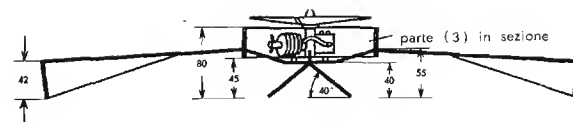
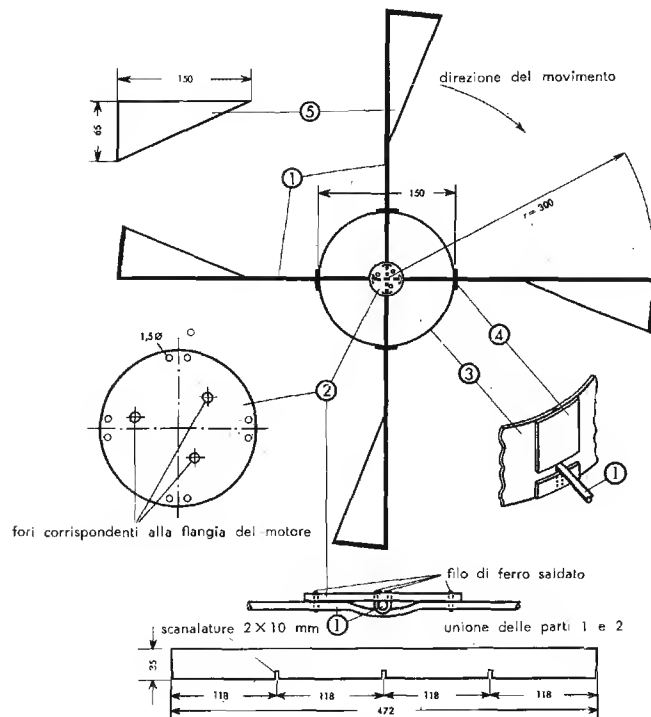

Fig. 568. Trottola aerea vista di fianco.
Fig. 569. Trottola aerea vista dall'alto (senza motore) e misure dei pezzi.
Questo modello è formato semplicemente da un po' di filo d'acciaio, da cartone e da un motore da 0,5 a 0,8 cm³, con elica (fig. 569 e tav. XXVIII).
Guida alla costruzione. Costruiamo dapprima il supporto per il motore (2). Praticiamo in esso tre fori del diametro di 2 mm per il fissaggio delle flange del motore, e otto fori del diametro di 1 mm per il fissaggio delle barrette d'acciaio (1), che costituiscono la crociera delle ali e che pieghiamo nella forma indicata nella veduta laterale (fig. 568). Uno dei fili d'acciaio deve essere leggermente piegato nel centro, perché possa aderire alla parte (2). Dopo aver unito a croce i fili di ottone o di rame, li salderemo a stagno. I due fili (1) devono essere piegati esattamente nello stesso modo; altrimenti la trottola non volerà regolarmente. L'angolo d'incidenza deve essere di circa 40° e lo si controllerà efficacemente con una sagoma triangolare che abbia questo angolo. A tal fine poniamo sul tavolo la crociera e spingiamo la sagoma sotto ciascuna estremità. Formiamo poi con cartone (o compensato) l'anello intero (3) e lo incolliamo. Praticiamo poi le tacche di passaggio dei bracci della crociera. In seguito, vi incolliamo trasversalmente, delle strisce di cartone (fig. 569).
Ci resta da costruire il serbatoio, per esempio in banda stagnata. Dopo averlo ritagliato, piegato e saldato, lo installeremo sotto il carter del motore (fig. 568 e fotografia). Fissiamo il motore con viti, mentre assicuriamo il serbatoio al motore e al suo supporto (2) con filo per legature. Infine colleghiamo il serbatoio al motore con un pezzetto di tubo per il carburante. Il serbatoio deve al massimo contenere carburante per due minuti di volo, altrimenti la trottola vola troppo in alto o troppo lontano. Il peso di partenza, deve ammontare al massimo a 150 g.